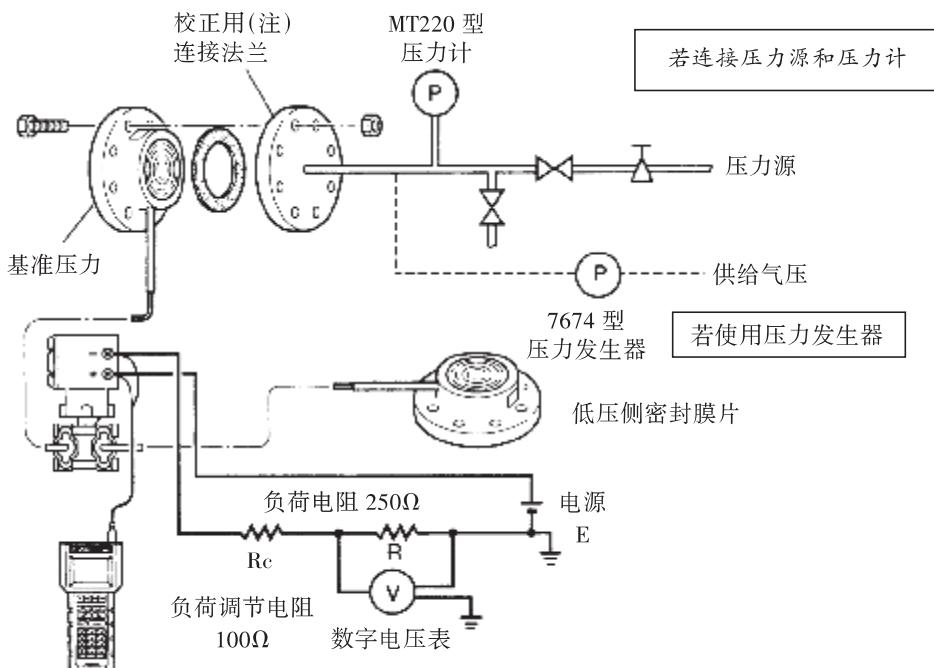

图 8.3.1 仪表连接
- 1) 按图 8.3.1 所示，连接好仪表、并通电预热至少五分钟。